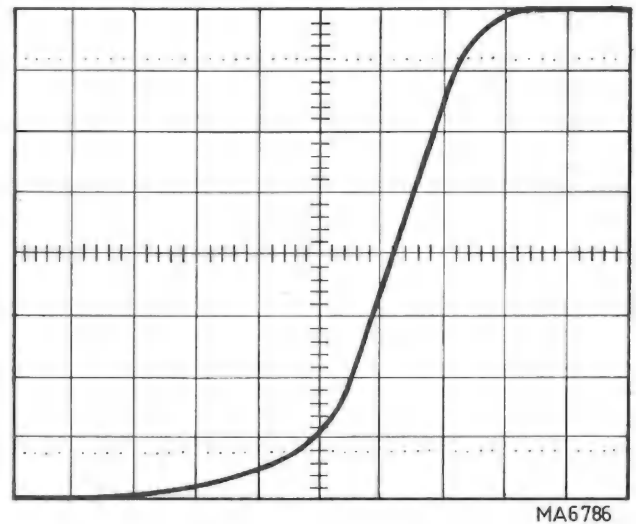

Abb. VIII-12. Vergrösserte Darstellung der verstärkten Flanke, wenn Schalter X DEFL. auf DEL'D TB gestellt wird
- Dann das Signal mit Schalter TIME/div. der verzögerten Zeitablenkung weiter in horizontaler Richtung dehnen. Das Signal mit dem Knopf LEVEL der Hauptzeitablenkung zum Stillstand bringen. Diese Stabilisierung ist auch mit den Triggerbedienungsorganen der Hauptzeitablenkung möglich, wenn der Schalter AFTER DELAY TIME von STARTS auf TRIGG umgeschaltet ist. Siehe Abb. VIII-12.